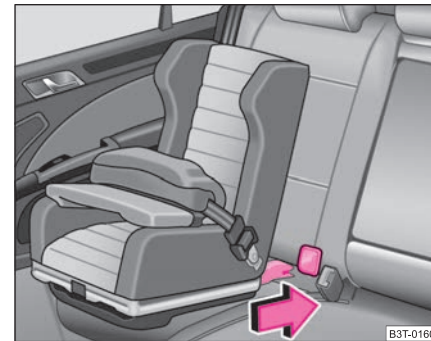

Abb. 173 Der ISOFIX-Kindersitz wird in die montierten Aufnahmetrichter geschoben
- Schieben Sie die Rastarme des Kindersitzes über die montierten Aufnahmetrichter in die Halteösen, bis er hörbar einrastet ⇒ Seite 181, Abb. 173.